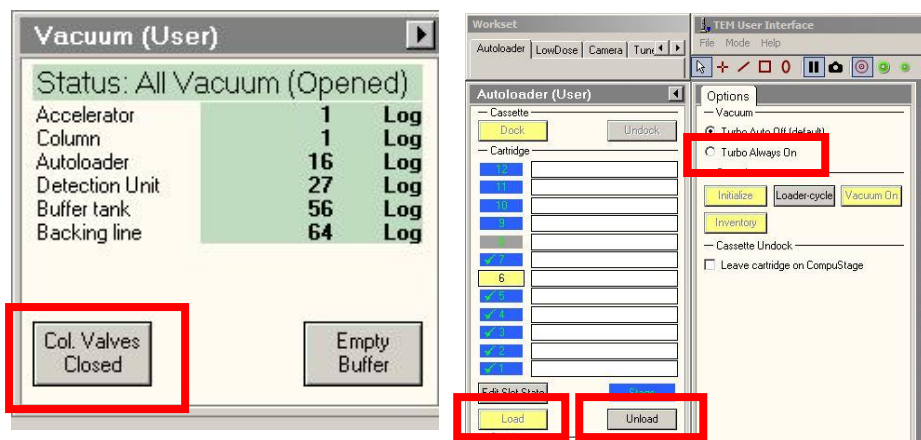

图 13
更换下一个 Grid（①-④）或停止 check（①-③）。见图 13
- ① 先切换 Rec 模式，关闭 Column。
- ② 勾选 Turbo on (Load/Unload 样品时必须为此状态，Check 时可为 Turbo off)
- ③ 点击 Unload
- ④ Unload 结束后，选择需要 check 的样品，即编号 1-11 号任意一个，点击 Load 更换下一个 Grid